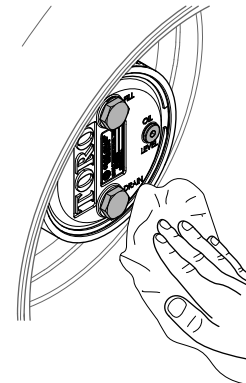

Figure 71
- Essuyez soigneusement les carters de frein et de train planétaire (Figure 71).